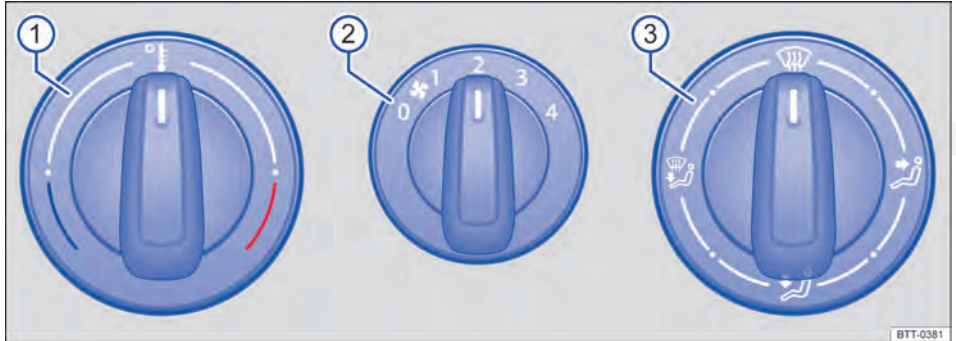
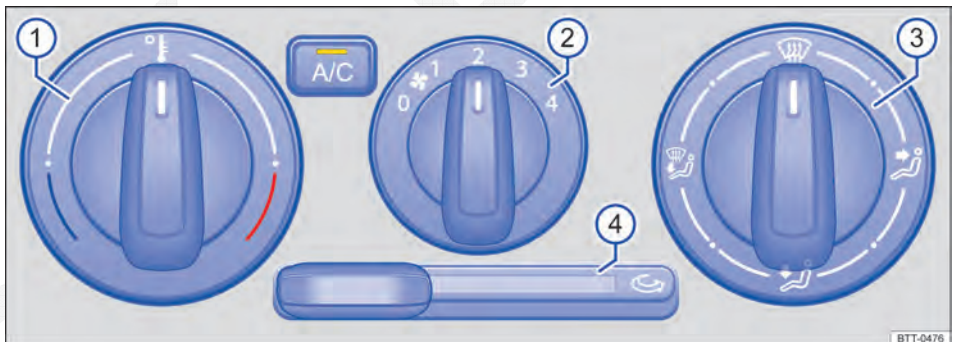

Fig. 94 No console central: comandos do sistema de ventilação e aquecimento.
Fig. 95 No console central: comandos do ar-condicionado.
Botão, regulador Informações complementares do sistema de ventilação e aquecimento → Fig. 94 e ar-condicionado → Fig. 95.
- Em veículos com sistema de aquecimento, colocar o regulador da temperatura → Fig. 94 ① totalmente para a direita, para a posição máxima de aquecimento.
- Colocar o regulador de distribuição de ar ③ na posição 🌀.
- Colocar o ventilador ② no nível 3 ou 4.
- Colocar o regulador da distribuição de ar → Fig. 95 ③ para a posição ☁.
- Colocar o regulador da temperatura ① na posição desejada.